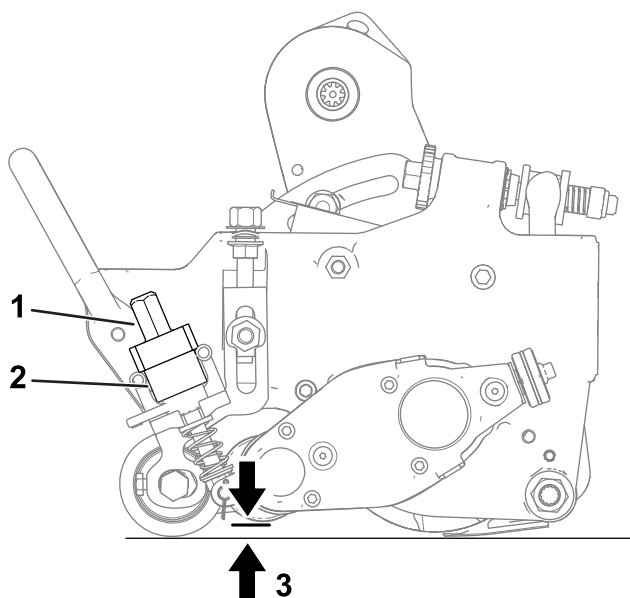

Figura 19
- A. Certifique-se de que as alavancas de libertação rápida (**Figura 19**) estão na posição de OPERAÇÃO (ou seja, a alavanca está virada na direção da frente da unidade de corte).
- B. Na extremidade do eixo do rastelo, meça a distância que vai da ponta da lâmina mais baixa do rastelo até à área de funcionamento (**Figura 19**). Rode o manípulo de ajuste da altura (**Figura 19**), para elevar ou descer a ponta da lâmina do rastelo até à altura pretendida.